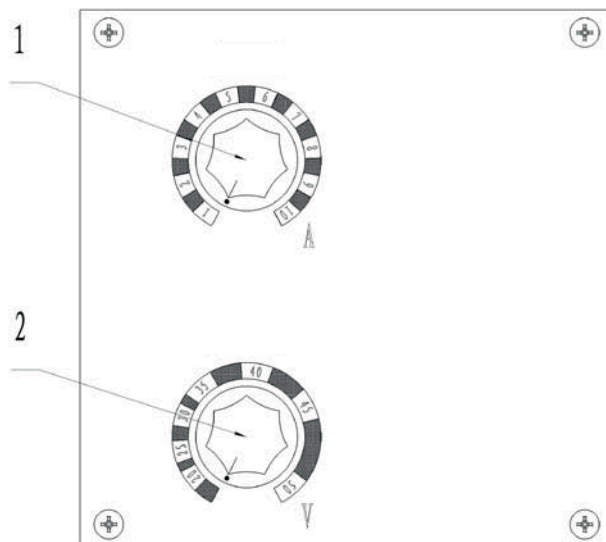

Figura 8: Panel de control del alimentador de hilo.
**Importante:** cuando el controlador digital está conectado, el panel del alimentador de hilo (figura 8) y el panel de control de la máquina (figura 6) se desconectarán. Todos los parámetros se ajustarán en el controlador digital.